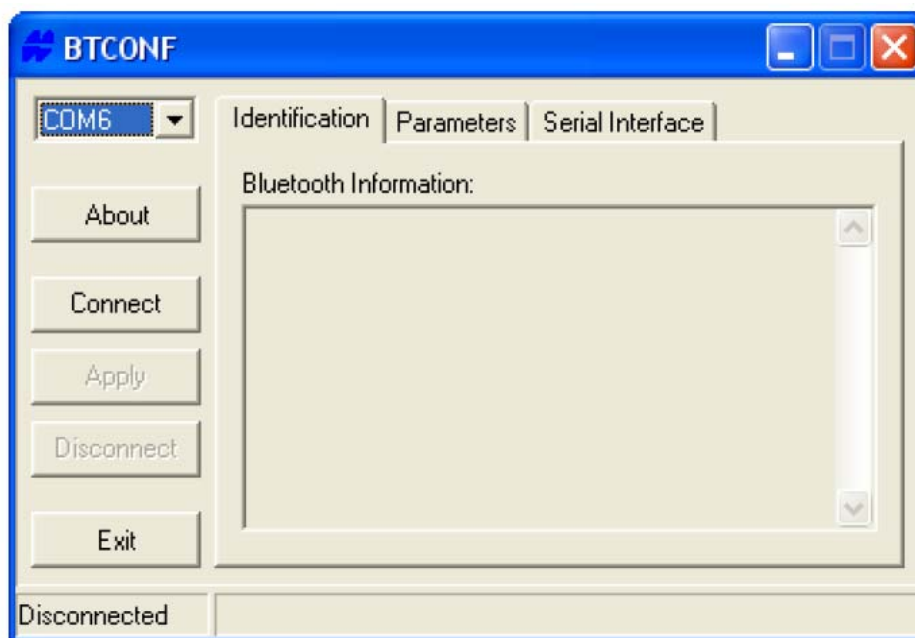

Рисунок 2-19. Главное окно настройки модуля Bluetooth
2. Запустите программу настройки модуля Bluetooth (см. рис. 2-19).